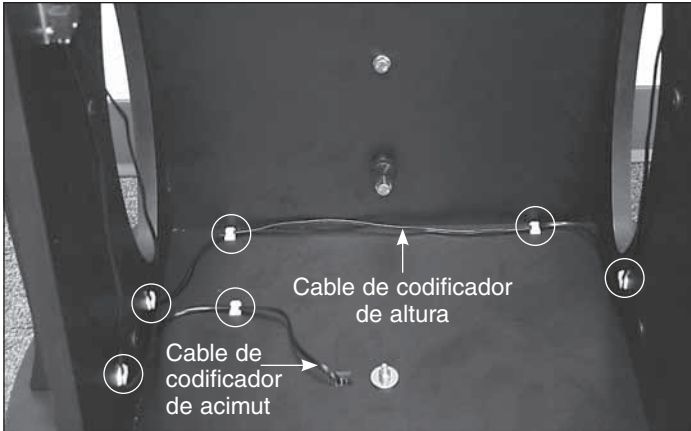

Figura 13. Utilice los clips de cable para sujetar adecuadamente los cables en la base.
21. Utilice los clips de cable suministrados con el kit de IntelliScope para sujetar adecuadamente los cables de altura y acimut en la base. Se recomienda utilizar dos clips para el cable de acimut (más corto) y cuatro clips para el cable de altura (más largo) (figura 13). Los clips tienen un lado adhesivo; basta con quitar el papel de la parte posterior del clip y presionar el lado adhesivo sobre la base donde desea colocar el clip.